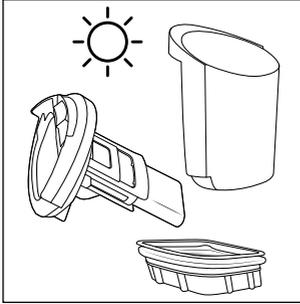

Fig. 27
- ◆ Deje que el filtro **10**, el depósito de agua sucia **2** y la tapa del depósito de agua sucia **9** se sequen completamente (consulte la fig. 27).